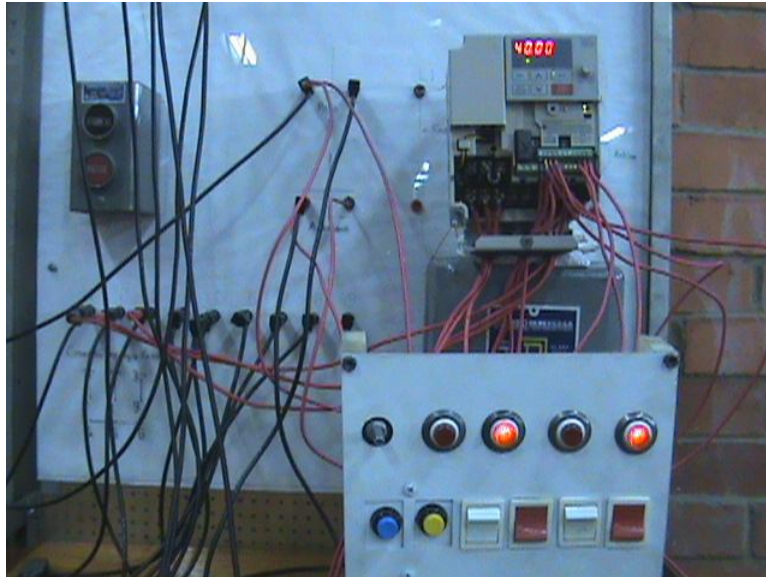

Figura 5.22.7 Velocidad 5 activada
La velocidad 5 se obtuvo con la combinación de interruptores que formaron el número 5 binario (101) y la frecuencia cambió 40 Hz tal como esperaba. La figura 5.22.7 muestra con el foco indicador el número de velocidad que se activa y la frecuencia asignada para este caso.